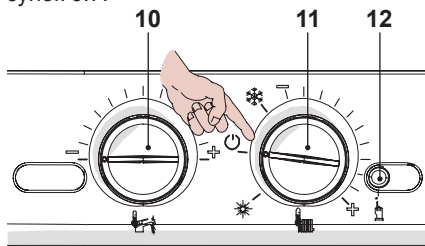

Рисунок 6.7
- Выключите котел, установив переключатель функций 11 в положение , см. Рисунок 6.7.